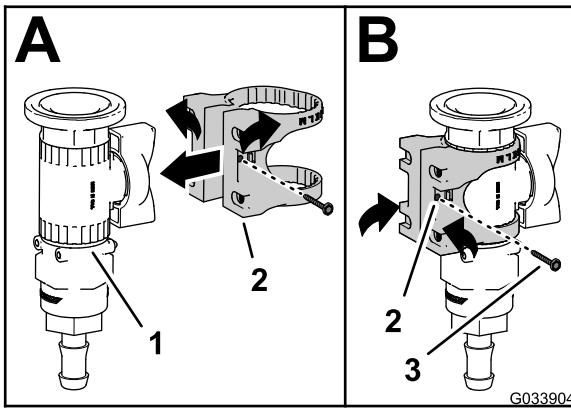

Bild 14
- Befestigen Sie die Ventilhalterung am Regelventil, wie in A in Bild 14 abgebildet.
2. Befestigen Sie die Ventilbefestigung mit dem Bundbolzen (Nr. 6) am Regelventil und ziehen es mit der Hand an (B in Bild 14).
3. Befestigen Sie die Ventilbefestigung mit dem Bundbolzen (Nr. 6) am Regelventil und ziehen es mit der Hand an (B in Bild 14).